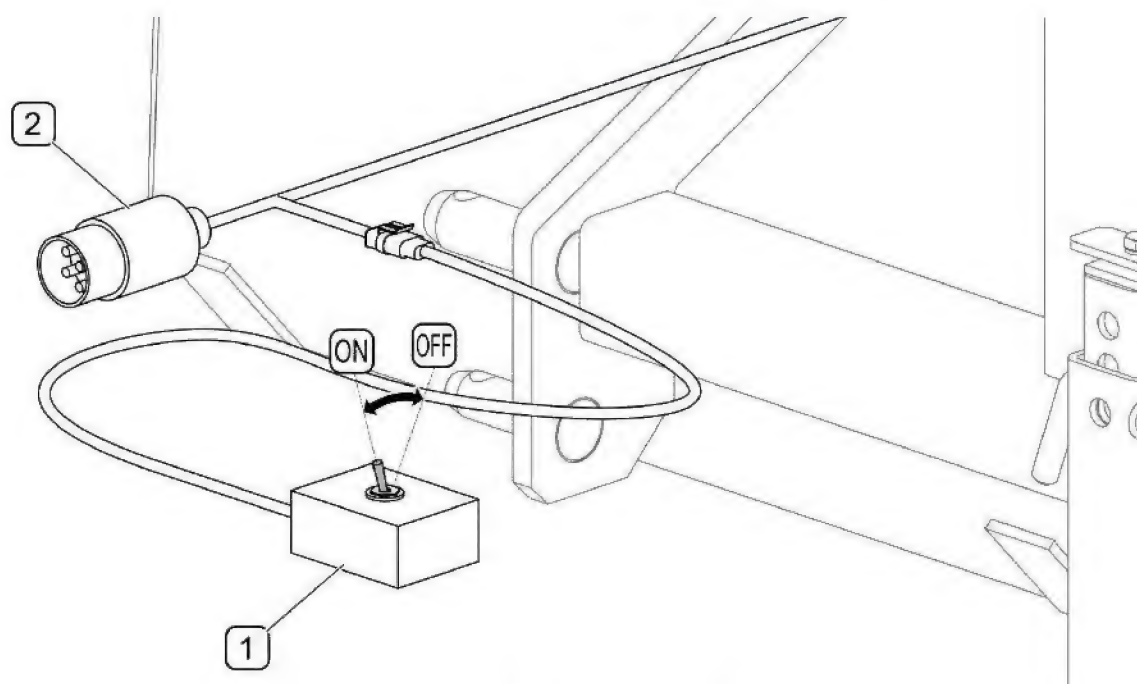

FIGURE 4.5A COMMANDE DU SYSTEME D'ARROSAGE
Brancher la fiche à la prise 7-plots 12V sur le tracteur. La mise en marche / arrêt du système d'arrosage se fait avec l'interrupteur (1) situé sur le câble d'alimentation (FIGURE 4.5A).